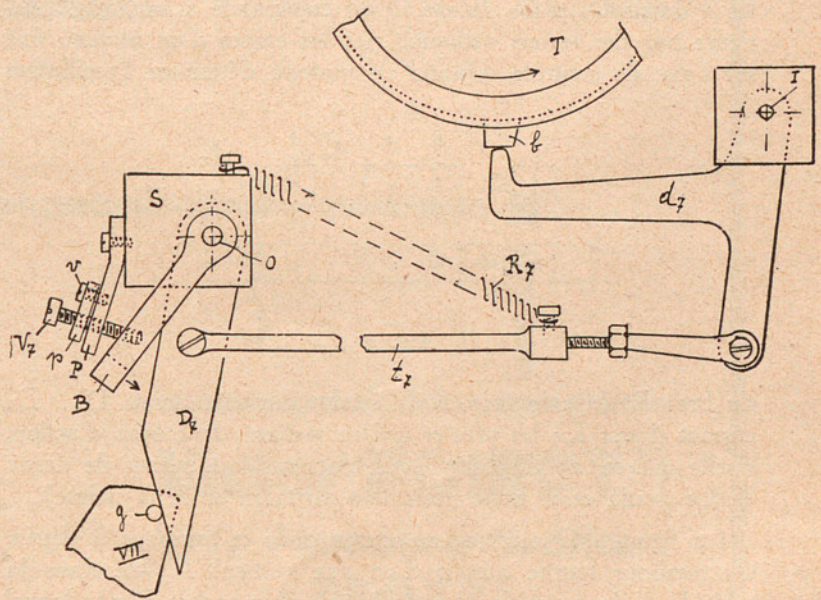

Fig. 442
*Le tambour à dessin et la commande des presses.* — Dans la figure 442, VII est la presse supérieure dont le goujon *g* est commandé par un doigt  $D_7$  oscillant librement autour de l'axe O maintenu lui-même dans un support fixe S. Les 6 autres presses sont commandées de la même façon par des doigts
3° Dans le même cas (figures 447) l'observation de la disposition des anciennes et nouvelles mailles au moment de l'abatage montre que la longueur de la maille de dessin dépend principalement de l'avancée de la platine. Plus la presse pousse la platine vers l'intérieur du cylindre, plus grande sera la longueur des nouvelles boucles de fil cueillies. La longueur des mailles de dessin dépendra donc en partie du réglage des vis de butée des presses V1... V7, figure 442.
*Réglages:* 1° L'avancée de la platine par la presse (réglée par les vis V1, V2... V7 (figure 442) doit être telle que l'aiguille cueille les fils derrière le dos de la platine (1, figure 447).